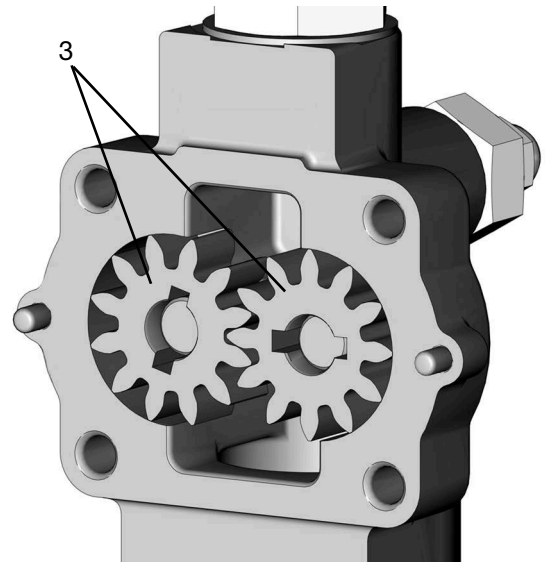

図 27
17. Oリング (5) を取り外します (図 27)。
18. ポンプギア (3) を両方とも取り外します (図 27)。
19. ポンプキャビティとポンプギア (3) に破損または過度の磨耗がないか点検します。破損または摩耗がある場合は、ポンプハウジングアセンブリを交
換します。どちらもない場合は、ポンプキャビティとギア (3) を清掃します (図 27)。
1. ポンプギア (3) をポンプキャビティに入れ、自由に回転することを確認します (図 27)。